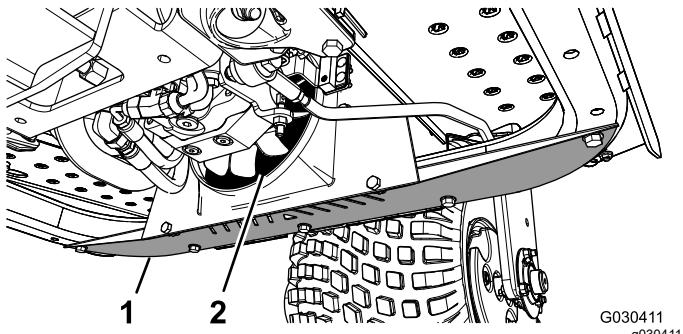

Figura 49
1. Rimuovete lo schermo inferiore (Figura 49).
2. Utilizzando un tubo, soffiate aria compressa tra le lame della ventola (Figura 49) per far fuoriuscire il materiale dalla direzione in cui è entrato.